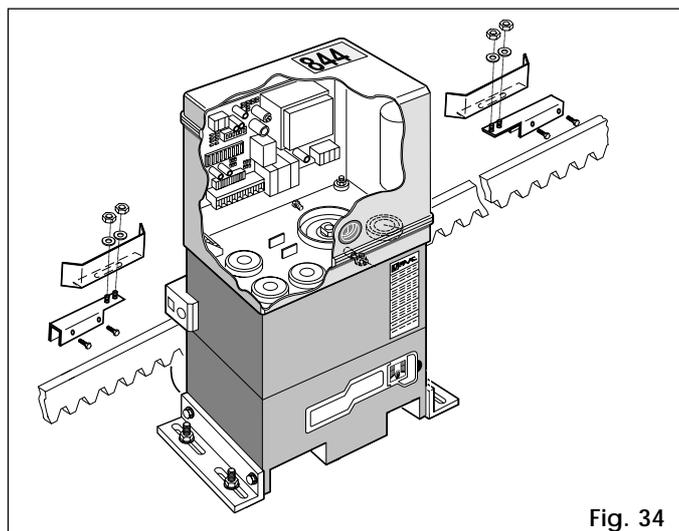

Fig. 34
- 2) Assembler le fin de course en centrant la plaquette par rapport aux axes filetés du support (Fig. 34).